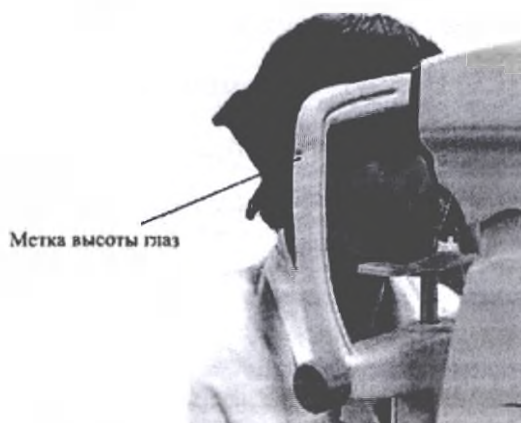

Рисунок 8- Правильное положение пациента
9. Отрегулируйте высоту держателя подбородка, чтобы угол глазной щели пациента находился на уровне метки высоты глаз (рисунок 8).